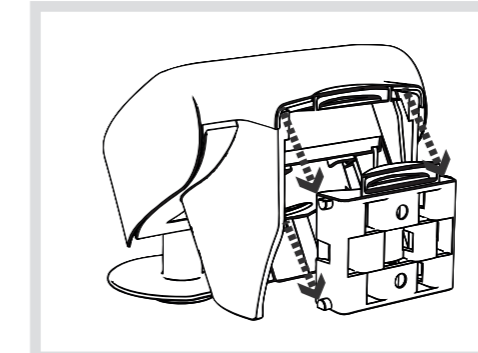

Bild 8: Montage auf Befestigung
- (10) Anschlussklemmen für Hilfsspannung
- (11) KNX-Busanschlussklemme
- (12) Steckverbinder für Niederschlagssensor in der Gehäuseabdeckung
- (13) Programmier-Taste und -LED
- (14) GPS-Antenne
- Abdeckung (8) auf das Gehäuse-Unterteil (3) auflegen und vorsichtig runterdrücken bis es hörbar einrastet.
- Die Wetterstation von oben in die montierte Befestigung schieben. Darauf achten, dass die Zapfen der Wand-/Mastbefestigung in den Führungen des Gehäuse-Unterteils hörbar einrasten (Bild 8).